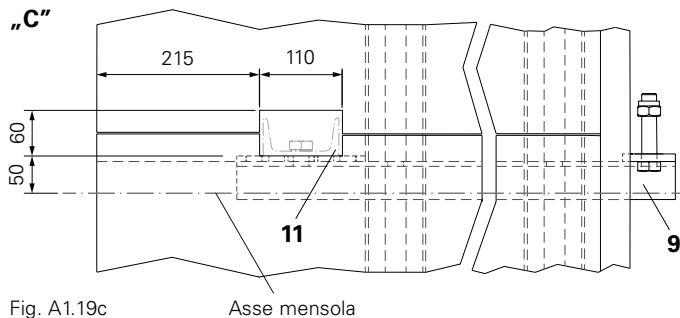

Fig. A1.19c
6. Ricavare le aperture per il passaggio dei montanti SCS 232 (11). (Fig. A1.19c)